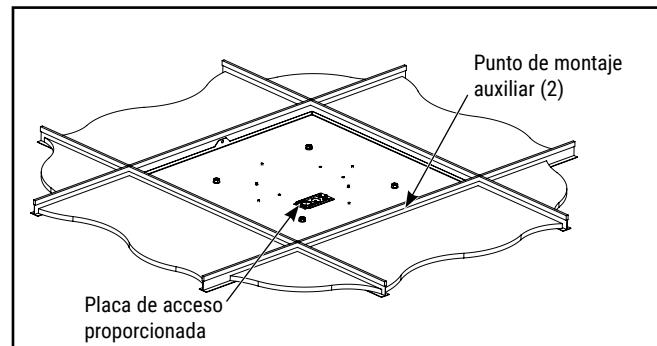

Figura 3.
- Asegúrese de que el suministro eléctrico NO esté energizado, luego realice las conexiones de suministro en la placa de acceso proporcionada en la placa de montaje del techo en la parte superior de la luminaria. (Ver Figura 3)
- Se proporcionan puntos de montaje auxiliares adicionales. Se pueden emplear cadenas, cables, alambres rígidos, etc. para la estructura de soporte por encima de la luminaria. (Ver Figura 3)